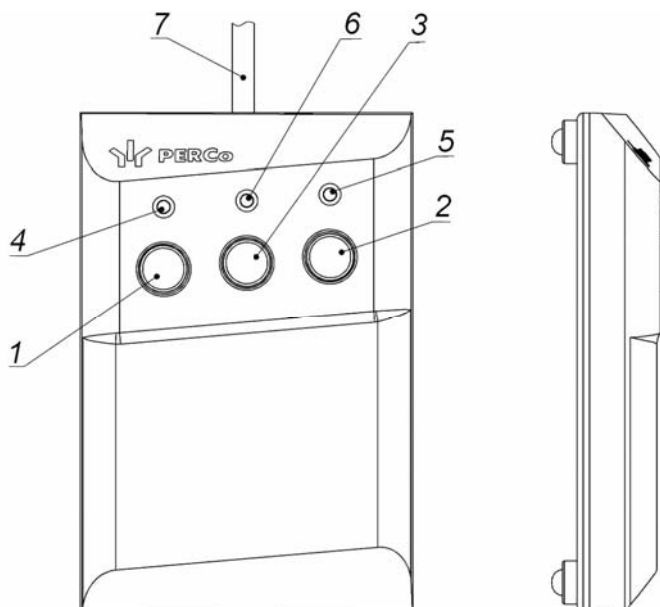

Рисунок 3. Общий вид и габаритные размеры ПДУ
ПДУ (16) выполнен в виде небольшого настольного прибора в корпусе из ударопрочного АБС пластика и предназначен для задания и индикации режимов работы при ручном управлении ЭП. Внешний вид ПДУ показан на рис. 3.